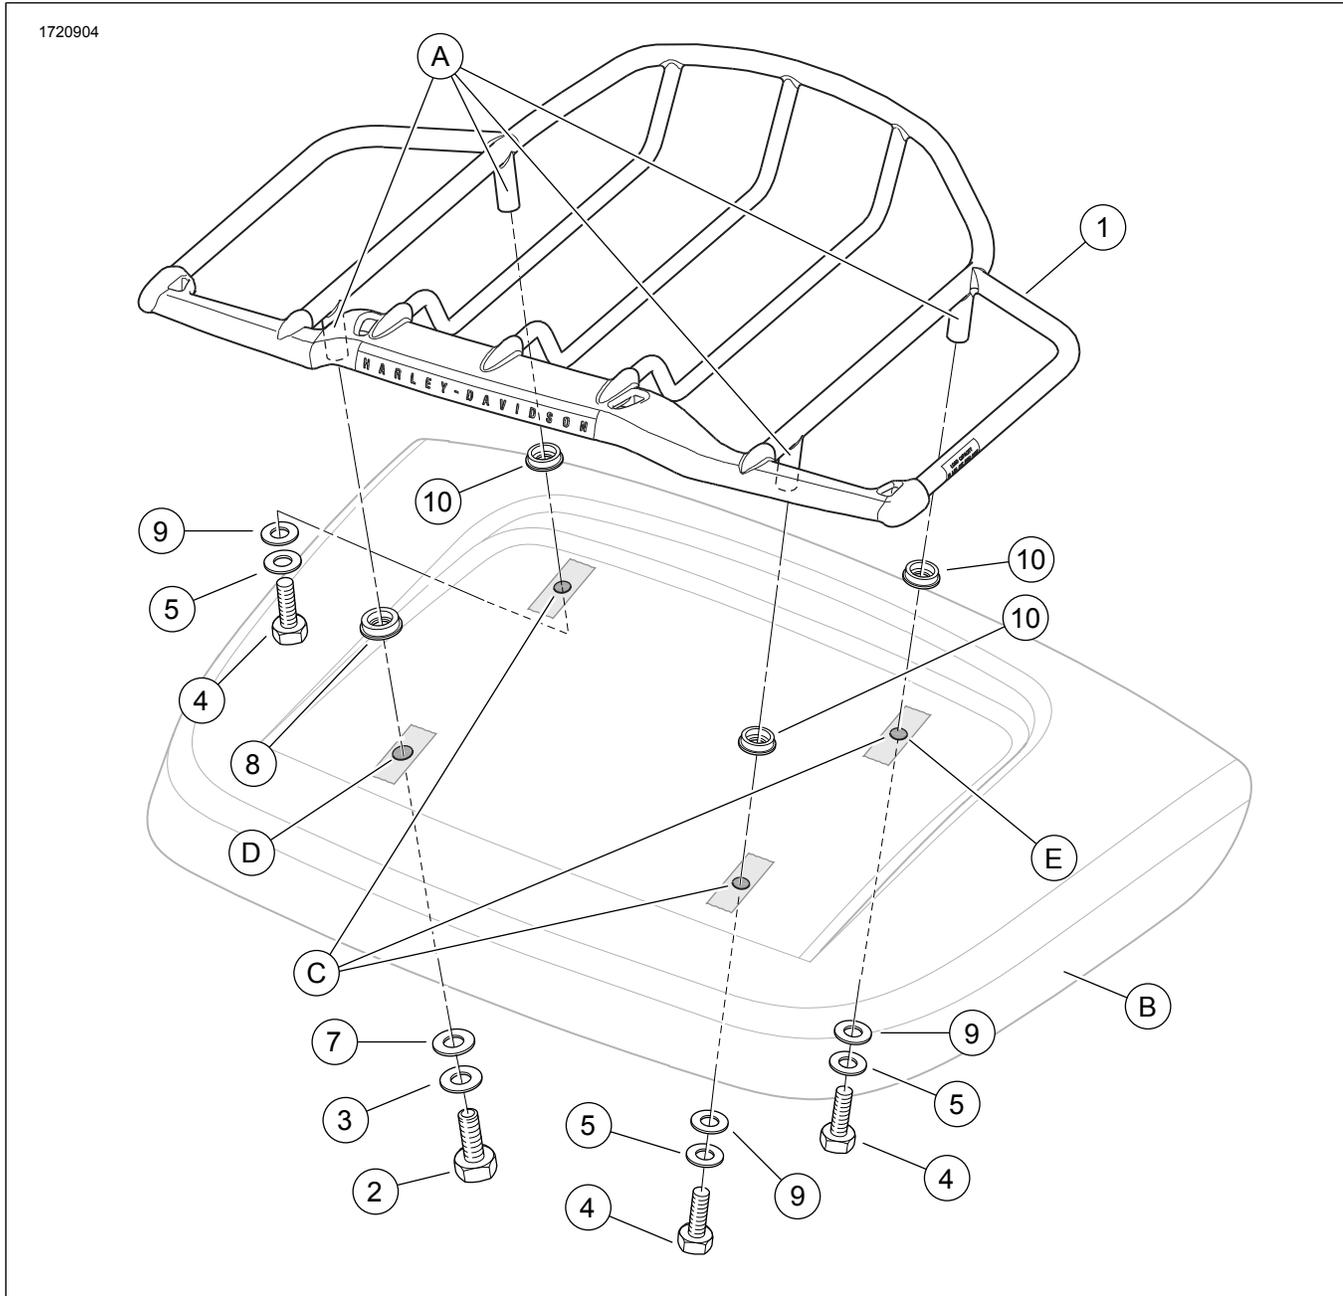

Figure 1. Pièces de rechange, porte-bagages de couvercle Air Wing
Voir Figure 1 et Tableau 1.
2. Voir Figure 1 . Glisser la garniture de montage présentant **le diamètre le plus grand** (8) sur la patte arrière gauche. Glisser les trois garnitures présentant un **diamètre plus petit** (10) sur chacune des pattes de montage restantes (A).
3. Ouvrir le coffre et localiser les quatre boutons qui indiquent les emplacements de perçage (C) et (D).